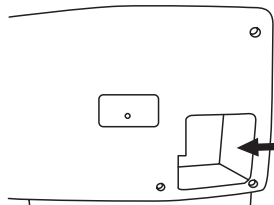

Fig.7
-Extraer la conexión red del alojamiento que está detrás del conjunto eléctrico de la freidora (Fig.7).
-Para colocar la cesta-filtro posos (G), asegúrese que la maya del filtro quede por debajo de los sensores ubicado en el interior de la cubeta.
-Seleccionar la posición de mínimo (0) mediante el mando termostato.
-Colocar la conexión red en su alojamiento (Fig.7)